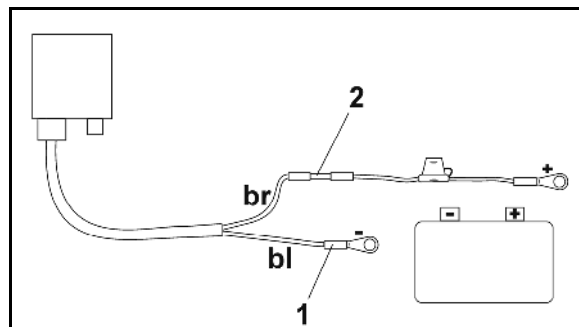

Fig. 17
5. Sett inn den blå kabellederen (jord) i ringtungen (Fig. 17/1).
7. Sett inn den brune kabellederen (+ 12 volt) i en ledig ende av buttskjøten (Fig. 17/2).
9. Krymp buttskjøten (Fig. 17/2) med en varmekilde (brenner eller varmluftpistol) inntil limet kommer ut.